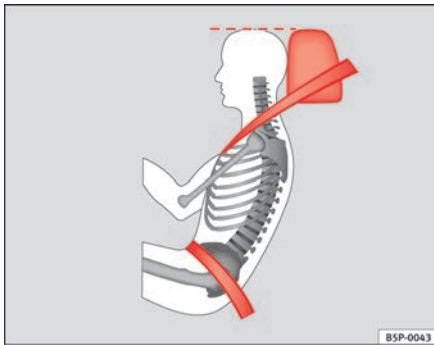

Abb. 14 Richtiger Gurtbandverlauf und richtige Kopfstützeinstellung von der Seite betrachtet
- Das Beckengurtteil des Sicherheitsgurtes muss vor dem Becken verlaufen und niemals über dem Bauch. Dabei muss der Gurt flach und fest am Becken anliegen ⇒ **Abb. 14**. Ziehen Sie das Gurtband gegebenenfalls etwas nach.